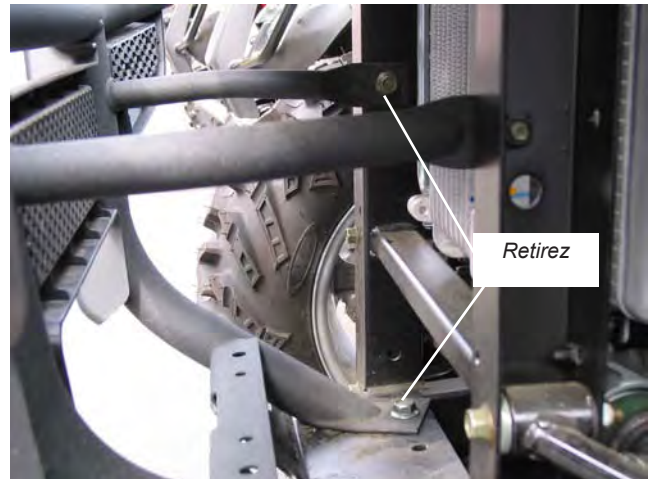

Figure 1
1. Retirez le pare-chocs d'origine comme l'illustre la Figure 1, à l'aide de douilles 14 mm et 17 mm. Si le véhicule est équipé d'une plaque de protection, utilisez une douille 8 mm pour enlever la visserie qui la fixe au pare-chocs. Conservez toute la visserie.